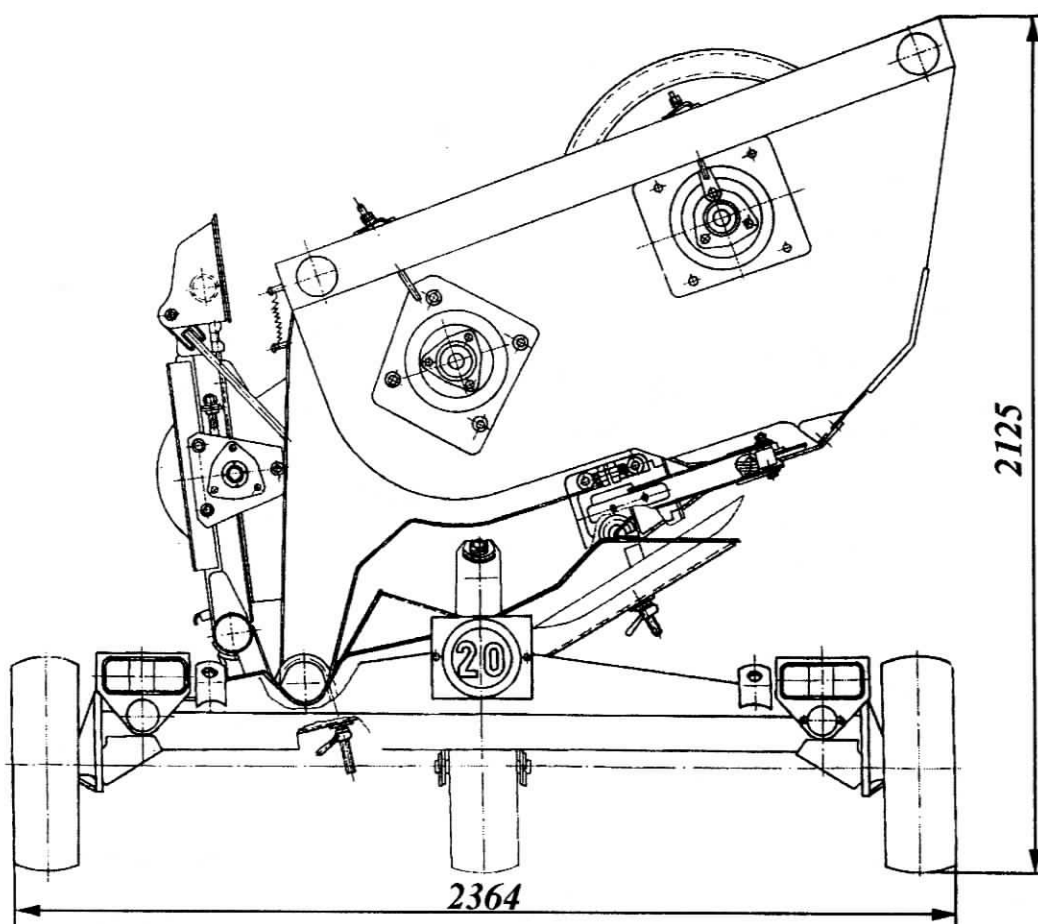

Рис.122 - Жатка с тележкой (вид сзади).
5.3.2 При снятии жатки с комбайна необходимо установить механизм уравнивания в транспортное положение. Если жатка устанавливается на тележку, необходимо, кроме этого, крайние башмаки поднять вверх в положение низкого среза. Установка жатки на тележку и электромонтажная схема показаны на рис.122, 123, 124.